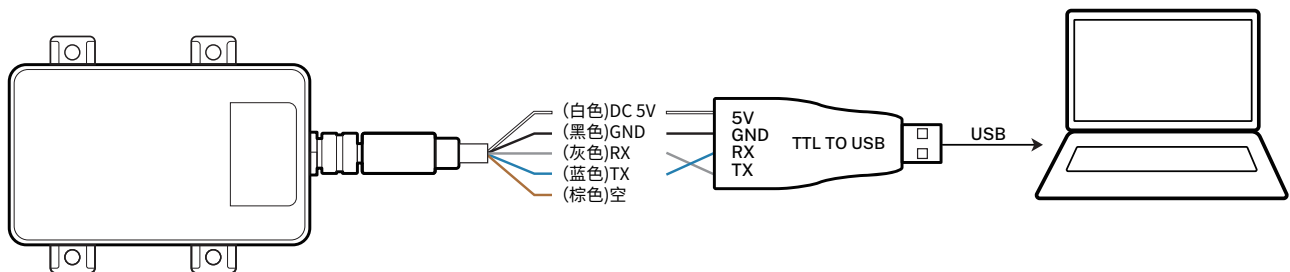

图 3. L1S/L1S-Filled 接线图（棕色线不接）
1. 按照图 3 所示，白色的线接 TTL 转 USB 转换器的 5V 直流电源，黑色的线接转换器的 GND；